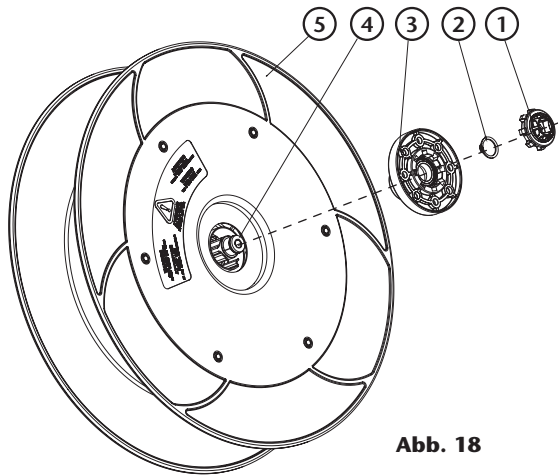

Abb. 18
11. Wenn die Trommeleinheit aus den Verkleidungen heraus ist, ist das Vorspannstück (1) (Abb. 18) locker, entfernen Sie es, ohne seine innere Metallplatte zu demontieren. Speichern Sie die Komponenten, um sie später erneut zu installieren.
12. Den Sicherungsring (2) (Abb. 18), der die Federbefestigung (3) (Abb. 18) an der Scheibenwelle (4) (Abb. 18) hält, entfernen und herausziehen, ohne das darin untergebrachte Lager zu zerlegen. Speichern Sie die Komponenten, um sie später erneut zu installieren.
15. Montieren Sie die Federbefestigung (mit dem Lager innen) (3) (Abb. 18) auf der Scheibenwelle und halten Sie sie fest, indem Sie den Sicherungsring (2) (Abb. 18) platzieren.
16. Setzen Sie den Gurttraffer (1) (Abb. 18) (mit montierter Innenplatte) auf die Federbefestigung (3) (Abb. 18). Dieses Vorspannungsstück wird locker sein, stützen Sie es mit Ihrer Hand, während Sie die Scheibenbaugruppe über das Gehäuse (das ohne Wartungsfenster) bringen. Stellen Sie sicher, dass der Gurttraffer in das mittlere Loch passt.